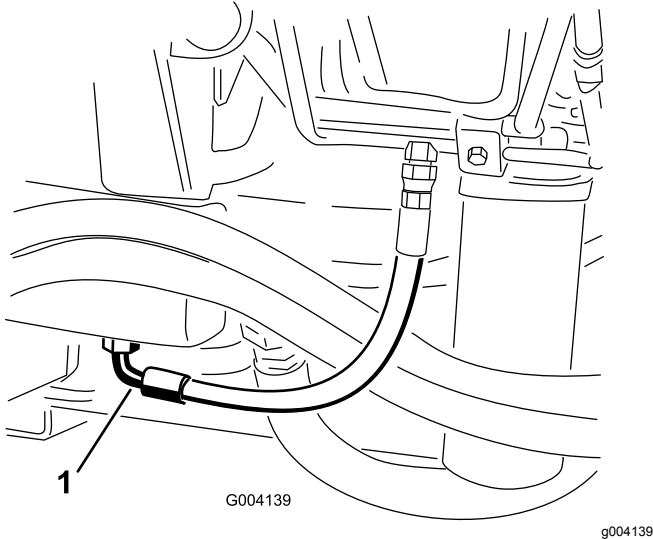

Bild 89
2. Stellen Sie eine große Auffangwanne unter das Anschlussstück, das unten am Hydraulikölbehälter befestigt ist (**Bild 89**).